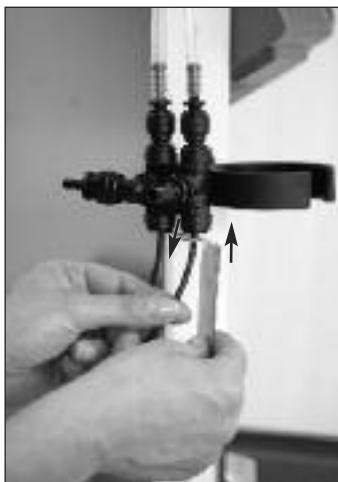

Fig.26
- ☞ Démontez les deux sondes en détachant le dispositif d'arrêt de la connexion par le retrait de la bague extérieure et de la sonde de température du connecteur, voir fig. 26.